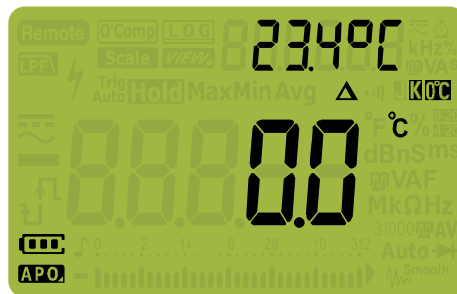

Figura 2-29 Medición de temperatura sin compensación ambiental
- 1 Para medir la temperatura, coloque el indicador giratorio en \rightarrow y presione  una vez. Configure el multímetro como se muestra en la Figura 2-29.